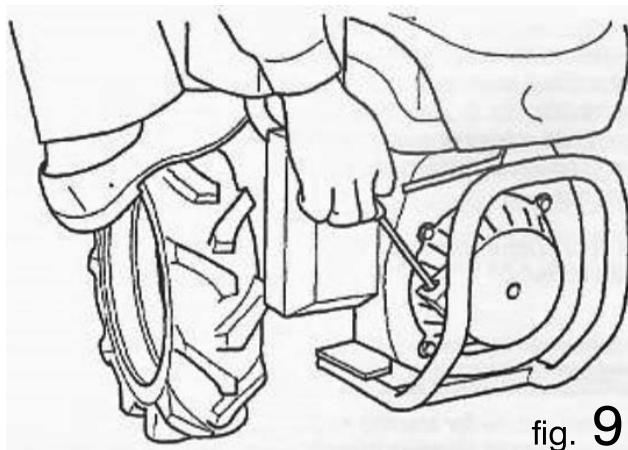

fig. 9
- 3) Tire lentamente de la correa de arranque hasta encontrar resistencia. Una vez que note la resistencia, mantenga los pies firmes en el suelo y tire enérgicamente (fig. 9).